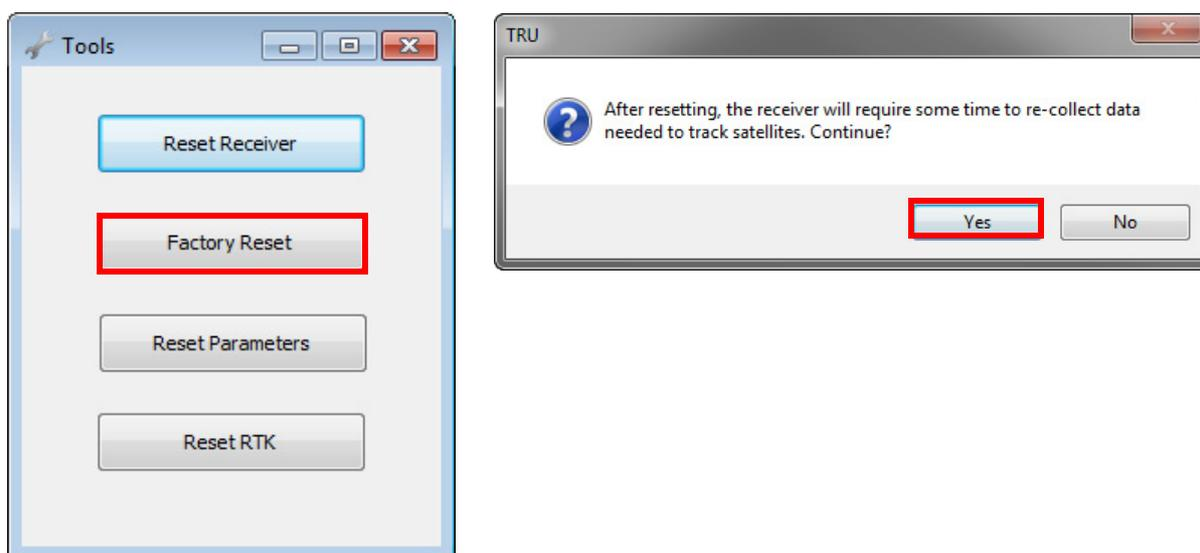

図 22 Tools ウィンドウ
**Tools** ウィンドウが表示されます。受信機をリセットして NVRAM をクリアすることができます。(図 22)